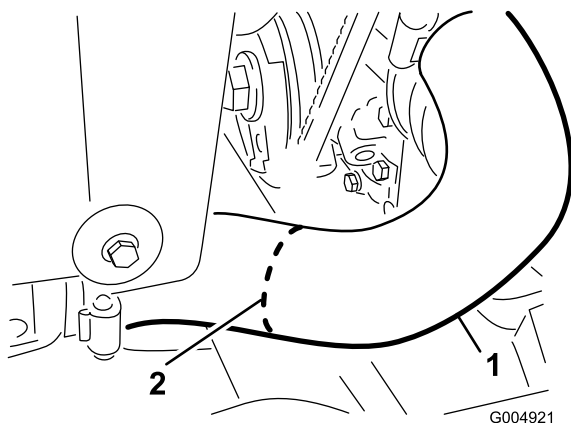

Figure 17
13. Coupez le flexible inférieur de radiateur en deux au niveau du trait blanc, comme montré à la Figure 17.